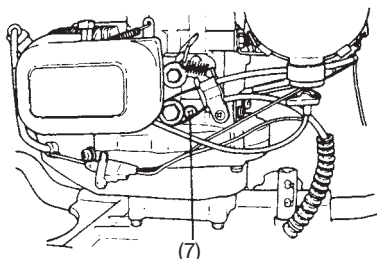

Fig. 12
- 2) Il regolatore della velocità del motore viene lubrificato con olio No. 30 (EP litio). La capacità è 16 ml) e deve essere verificata ogni 50 ore di uso alla vite di controllo del livello. (Fig. 12). Quando si allenta la vite di controllo, mantenere la vite diretta in alto.